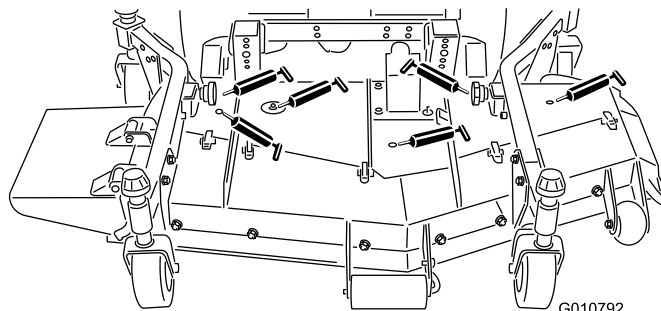

Figura 17
- Casquilhos do eixo da lâmina (Figura 17)
- Rótulas esféricas do braço direito e esquerdo (Figura 17)